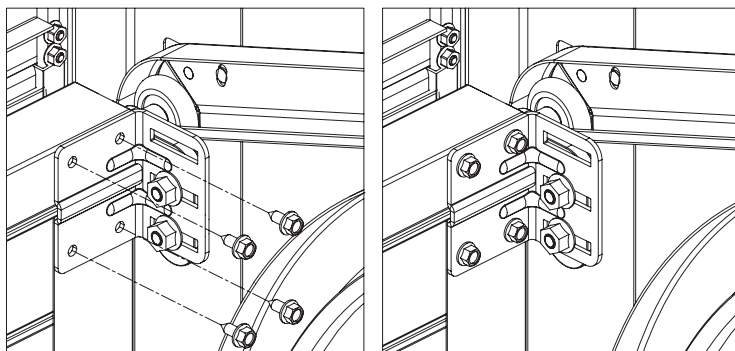

Рис. 29.1
На рис.29.1 показана установка верхнего кронштейна на воротах с ручным управлением:
- на воротах с ручным управлением ходовой ролик должен прилегать к профильной части переднего направляющего профиля (рис.29.1);